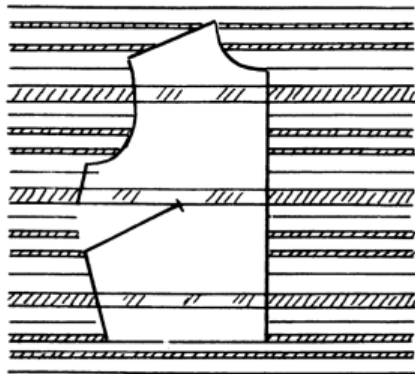

Рис. 33
### **ДЛЯ ПРАВИЛЬНОГО ИСПОЛЬЗОВАНИЯ ЛЕКАЛА НЕОБХОДИМО ВНЕСТИ ДОПОЛНЕНИЯ (РИС. 33)**
1. Возьмите основную часть лекала (обычно это перед) и расположите ее на ткани так, чтобы определить наиболее гармоничное положение полос. Выберите самую заметную полосу и перенесите ее на лекало в нескольких местах (рис. 33).